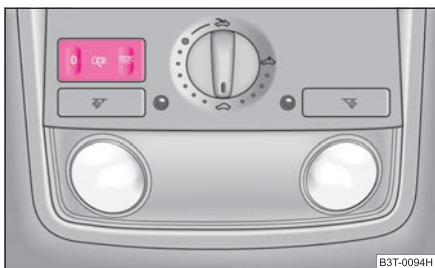

Abb. 48 Ausschnitt des Dachhimmels: Innenbeleuchtung vorn
- Drücken Sie den Schalter an der Stelle des Symbols  ⇒ Abb. 48 oder ⇒ Abb. 49.